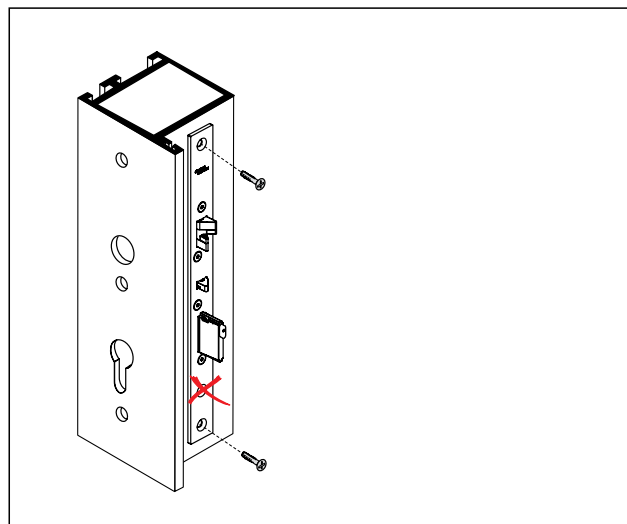

Рис. 17 Надежно привинтите дверной замок
3. Надежно привинтите дверной замок (рис. 17).